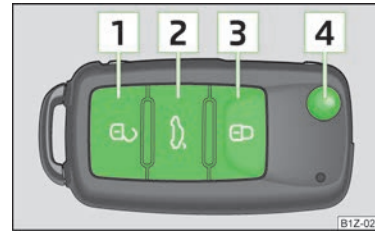

Fig. 13
- Apăsăți tasta **1** » fig. 13.
- Apăsăți tasta **2** » fig. 13.
- Apăsăți tasta **3** » fig. 13 de două ori, în interval de 2 secunde. Informații suplimentare » pagina 28.
- Apăsăți tasta **2** » fig. 13. Informații suplimentare » pagina 33, *deschidere/închidere*.
- Apăsăți tasta **4** » fig. 13.
- Apăsăți tasta **4** » fig. 13 și rabatați înspre înapoi profilul cheii.
Descuierea autovehiculului este confirmată prin clipirea dublă a semnalizatoarelor. Dacă autovehiculul este descuiat de la tasta **1** » fig. 13 și în interval de 30 secunde nu se deschide nicio portieră sau capota portbagajului, autovehiculul se ▶